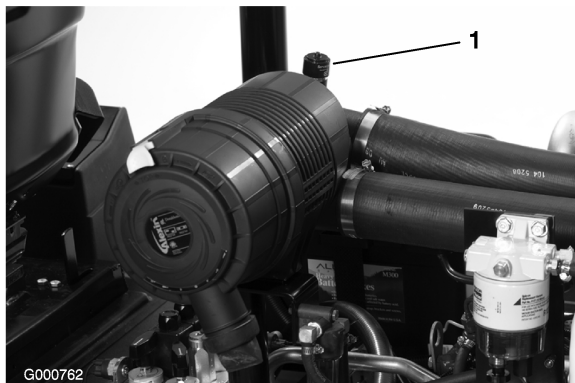

Figura 38
Revise el filtro del limpiador de aire únicamente cuando el indicador de mantenimiento (Figura 38) lo requiera. El cambiar el filtro antes de que sea necesario sólo aumenta la posibilidad de que entre suciedad en el motor al retirar el filtro.
6. Reinicie el indicador (Figura 38) si se ve rojo.